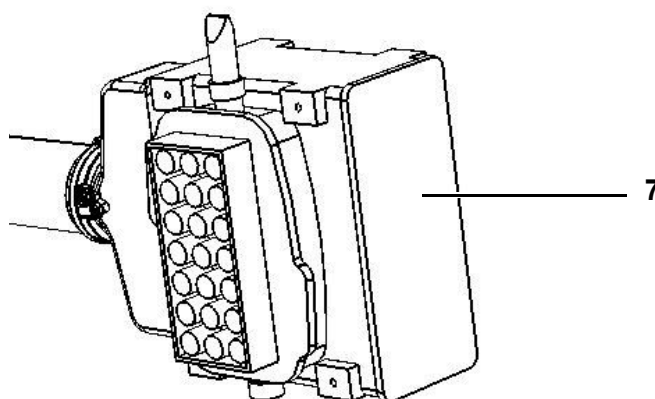

Fig. 11 Pré-separador do filtro de ar
3	Abra as braçadeiras de trava da cobertura do pré-separador (7) na Fig. 11.
5	Coloque a tampa do pré-separador (7) na Fig. 11 usando as braçadeiras de trava.